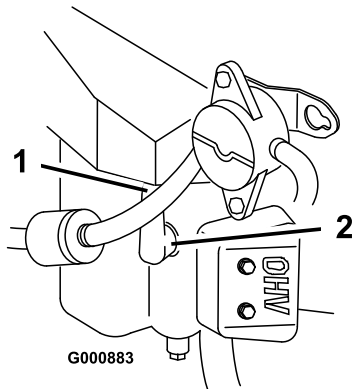

Figure 28
3. Débranchez les bougies (Figure 28). Nettoyez la surface autour des bougies pour éviter que des impuretés n'endommagent le moteur en tombant à l'intérieur.
3. Connectez les bougies (Figure 28).